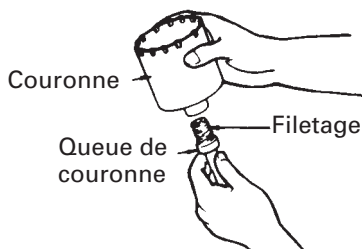

Fig. 13
(1) Monter la couronne sur la queue de couronne. (Fig. 13)